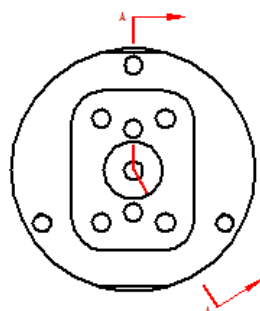

图 10.3.7 定义视图方向
(4) 定义视图方向。在剖切线正右方单击, 完成视图方向的定义 (图 10.3.7)。